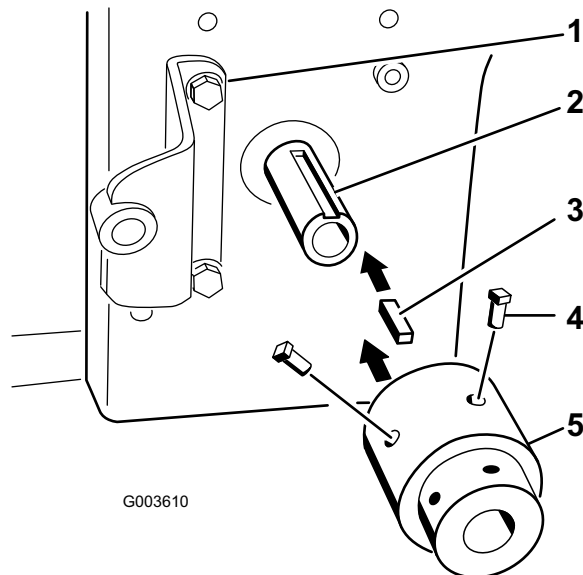

図 19
6. エンジンのPTOシャフトの溝に、四角キー (1/4 x 1 in) をセットする (図 19)。
7. ハブ・アセンブリを四角キーに整列させてエンジンのPTOシャフトに取り付ける (図 19)。
8. 固定ネジ2本 (5/16 x 3/4 インチ) にブルーロクタイト (Loctite®) を塗り、ハブ・アセンブリをPTOシャフトに固定する (図 19)。